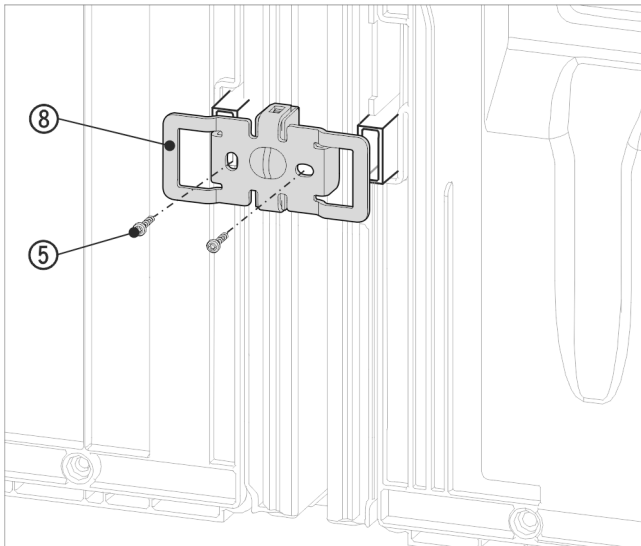

Fig. 19 Rappresentazione esemplificativa
- Spingere di nuovo la squadretta Fig. 19 (8) con gli incavi sull'alloggiamento per i distanziatori a parete.
- Avvitare saldamente con 2 viti Fig. 19 (5).